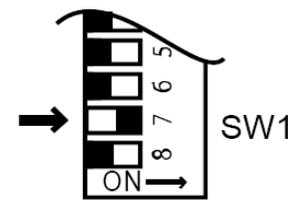

Fig. 3
9. Forzare l'*Infinity* a regime 'Minimo' di combustione spostando su 'ON' il microinterruttore N.7 (Fig.3) del banco di microinterruttori SW1.